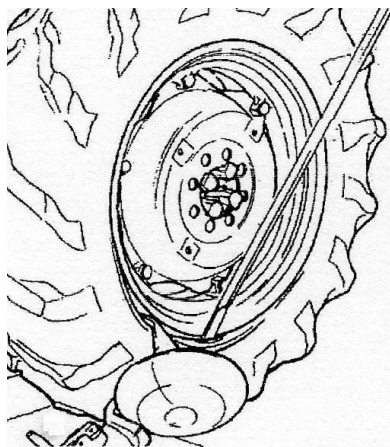

Рисунок 23
- Вставьте рычаг LA (см. Рисунок 23) между ободом и бортом справа от устройства.
- Опустите рычаг устройства (поз. 14, Рисунок 23) в рабочее положение, пока он не защёлкнется в нужном положении.